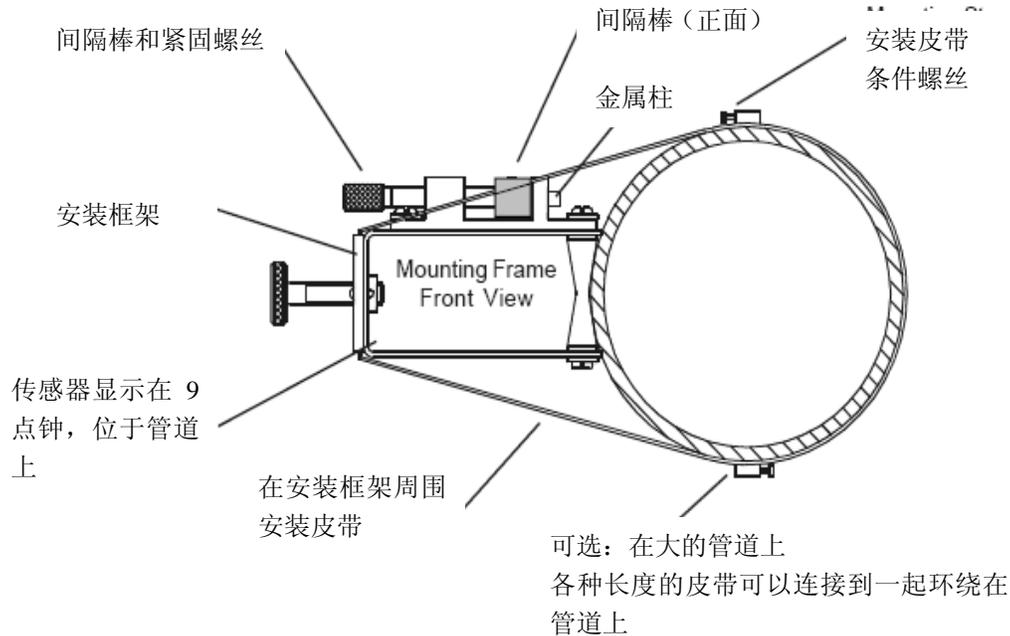

图 2. 安装-带安装框架和间隔棒的反射安装
2. 滑动第二个安装框架到金属柱的另一端，并用平台上的金属棒排列数字索引孔（见图 2 和图 4）。然后拧紧固定螺丝。确保框架两面的倾斜边不相交。